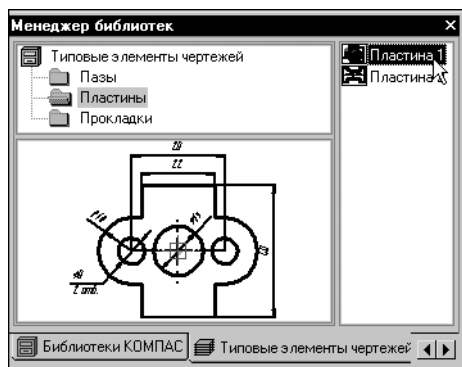

Рис. 65.30. Выбор библиотечного элемента
1. В папке *Прокладки* пользовательской библиотеки *Эскизы* откройте папку *Пластины* и дважды щелкните по фрагменту *Пластина 1* (рис. 65.30).